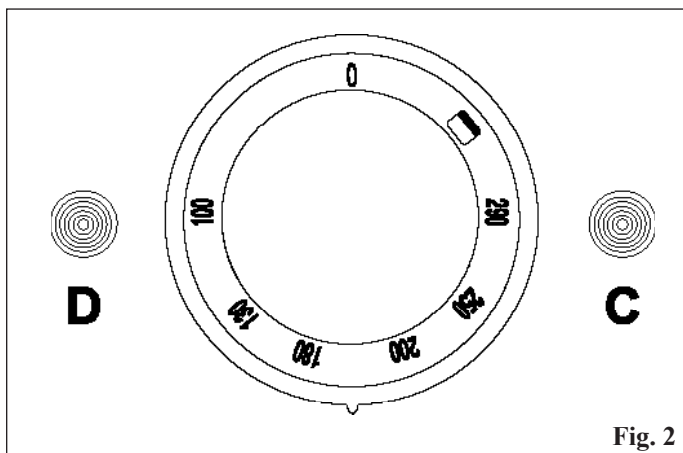

Fig. 2
CONTROLLO DELLA PRESSIONE ALL'UGELLO (Pi) Fig. 2.
La presa di pressione si trova sopra il porta ugello (Fig. 2).
- Girare la manopola (Pos. A - Fig. 2) in senso orario impostando la temperatura desiderata.
- L'accensione della spia arancione (Pos. C - Fig. 2) indica l'entrata in funzione del termostato e quindi che il forno sta richiedendo calore; quando all'interno della camera di cottura viene raggiunta la temperatura desiderata corrispondente a quella impostata nella manopola (Pos. A - Fig. 2) la spia arancione si spegne e si possono quindi introdurre nel forno gli alimenti da cuocere.
Sostituire l'ugello (Fig. 2 pos. 2) del bruciatore (chiave del 12) con quello corrispondente al tipo di gas prescelto attenendosi alle Tabelle II Iniettori Cap. 2.5
- Sostituire la vite della portata termica minima, by-pass (Fig. 2 pos. 1) con quella corrispondente al tipo di gas prescelto attenendosi alla Tabella II Iniettori Cap. 2.5